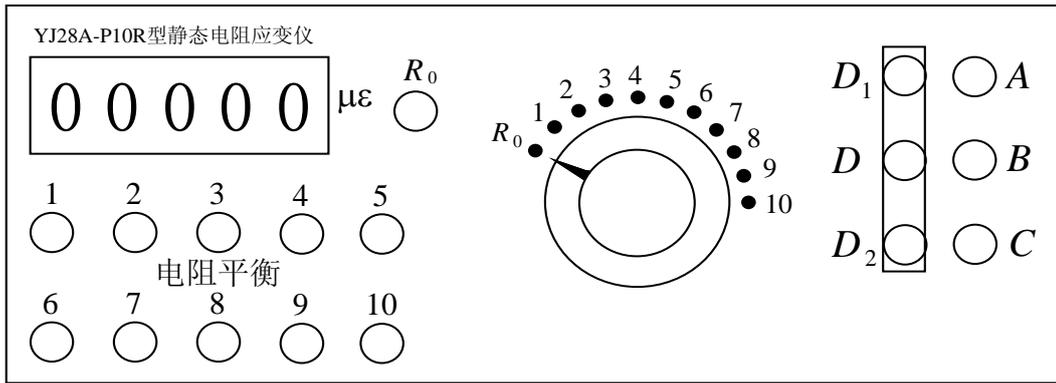

图 B-2 YJ28A-P10R 型静态电阻应变仪面板
(1) 将电阻应变仪后面板上的电源开关置于关闭状态，后面板上的标定开关拨向下，测量点选择开关置于“ $R_0$ ”档。
(2) 如图 B-2 所示，将电阻应变仪前面板上的  $D_1$ 、 $D$  和  $D_2$  三个接线柱用连接片连接，并旋紧各接线柱，把  $120\Omega \times 2$  标准电阻的三根引线中同色的两根分别接到  $A$  和  $C$  接线柱，并旋紧，另一根接到  $B$  接线柱，并旋紧。
(3) 通入接地良好的 220V50Hz 交流电源，打开电源开关，前面板上的数码管应有数字显示，预热 30 分钟后，调节前面板上的“ $R$ ”电位器（顺时针旋转显示为“+”，反之则为“-”），使显示表显示为“00000”。
(4) 将电阻应变仪后面板上的标定开关拨向上，进行电阻应变仪的灵敏系数标定。当所用电阻应变片的灵敏系数  $K = 2.00$  时，调节灵敏度电位器，使显示表显示为“10000”，当所用电阻应变片的灵敏系数  $K \neq 2.00$  时，必须按表 A-1 进行灵敏系数标定。灵敏系数标定好后即把标定开关拨向下位置。